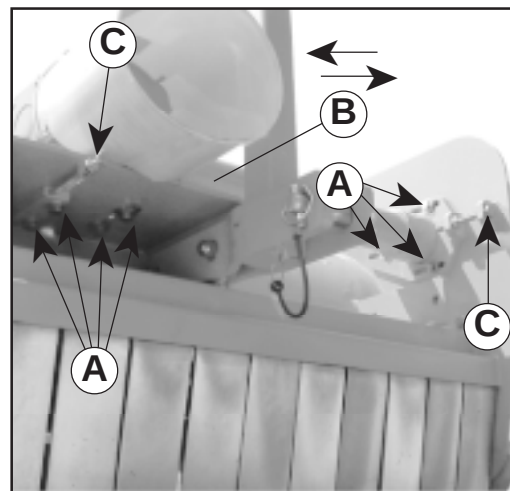

Fig. 17
- Allentare le viti che fissano il moltiplicatore alla carpenteria (A Fig. 17).
- Andare ad agire sulle due viti di registro (C Fig. 17) facendo in modo che le cinghie raggiungano la corretta tensione.
- *Loosen the bolts that fix the overdrive to the structure (A Fig. 17).*
- *Work on the two adjuster screws (C Fig. 17) in order to correctly tighten the belts.*
- Die Schrauben lockern, die das Übersetzungsgetriebe an den Stahlteilen befestigen (A Abb. 17).
- Die beiden Schrauben der Einstellvorrichtung (C, Abb. 17) so einstellen, daß die Riemen korrekt gespannt werden.
- *Desserrer les vis qui fixent le multiplicateur à la charpente (A Fig. 17).*
- *Agir sur les deux vis de réglage (C Fig. 17) en faisant en sorte que les courroies atteignent la tension souhaitée ;*
- Aflojar los tornillos que fijan el multiplicador al armazón (A Fig. 17).
- Con los dos tornillos de regulación (C Fig. 17), tensar correctamente las correas.